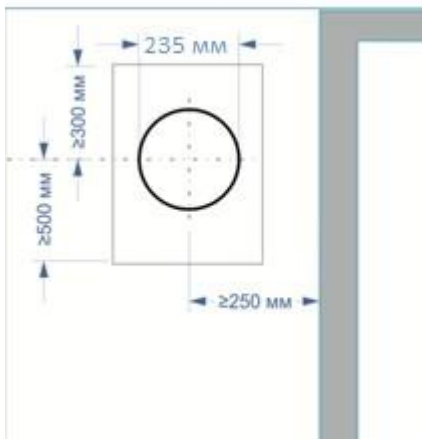

Рис.11
- Центр отвору повинен знаходитися на відстані не менше 250 мм від краю вікна (рис. 11)